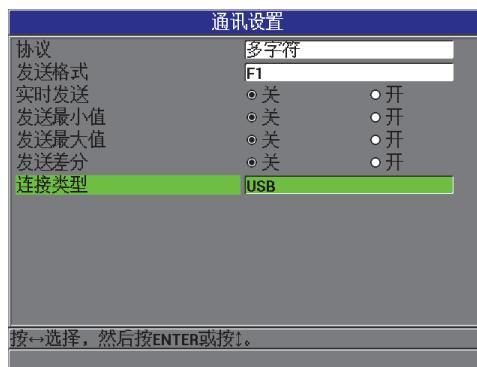

图 8-1 通讯设置屏幕 — USB
5. 在通讯设置屏幕上，将连接类型设置为 USB（参见第 128 页的图 8-1）。